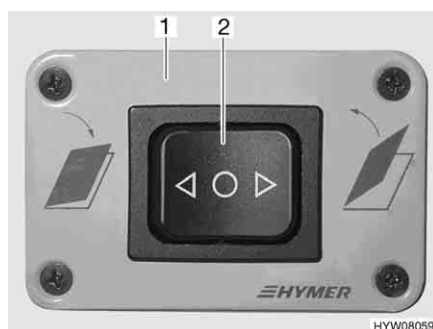

Fig. 68 Centralina di controllo per l'oblò
L'oblò a comando elettrico può essere aperto o chiuso con il pulsante basculante (Fig. 68,2) sulla centralina di controllo (Fig. 68,1). L'oblò può essere aperto durante la marcia.
- Premere verso destra il pulsante basculante (Fig. 68,2) sulla centralina di controllo (Fig. 68,1).
- Premere verso sinistra il pulsante basculante (Fig. 68,2) sulla centralina di controllo (Fig. 68,1).